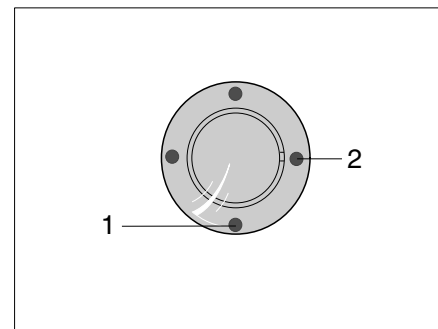
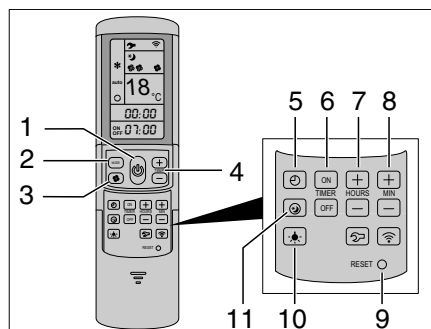

Fig. 116 Récepteur IR/Indication de fonctionnement
Fig. 117 Télécommande
La climatisation est montée sur le toit du véhicule. La télécommande (Fig. 117) pour la climatisation se trouve dans le coin cuisine.
- Raccorder le véhicule à l'alimentation 230 V. La climatisation est prête à fonctionner. La DEL bleue (Fig. 116,1) s'allume.
- Pour la mise en service, appuyer sur la touche (Fig. 117,1) de la télécommande. La DEL bleue (Fig. 116,1) clignote.
- Régler le mode de fonctionnement désiré avec la touche MODE (Fig. 117,2).
- Si nécessaire, régler l'étage de ventilateur désiré avec la touche (Fig. 117,3) et la température ambiante avec les touches (Fig. 117,4).
En fonctionnement de réfrigération: si la température réglée sur la télécommande est atteinte, la DEL (Fig. 116,1) bleue s'éteint, le compresseur s'arrête et le ventilateur à air pulsé continue de tourner.
En fonctionnement de chauffage: Si la température réglée sur la télécommande est atteinte, la DEL (Fig. 116,2) jaune s'éteint, le compresseur s'arrête et le ventilateur à air pulsé continue de tourner. Si la température ambiante est inférieure à la température réglée, l'appareil s'enclenche automatiquement à nouveau en fonctionnement de chauffage.
- Pour la mise hors service, appuyer à nouveau sur la touche (Fig. 117,1) de la télécommande.
- Pour la programmation, enclencher la climatisation avec la touche (Fig. 117,1) sur la télécommande.
- Régler le mode de fonctionnement désiré avec la touche (Fig. 117,2) et la température ambiante avec les touches (Fig. 117,4).
- Sélectionner la fonction désirée avec les touches (Fig. 117,6) :
- Avec les touches (Fig. 117,7 et 8), sélectionner la durée de commutation désirée (15 minutes à 24 heures).
- Confirmer le réglage avec les touches "ON" ou "OFF" (Fig. 117,6).